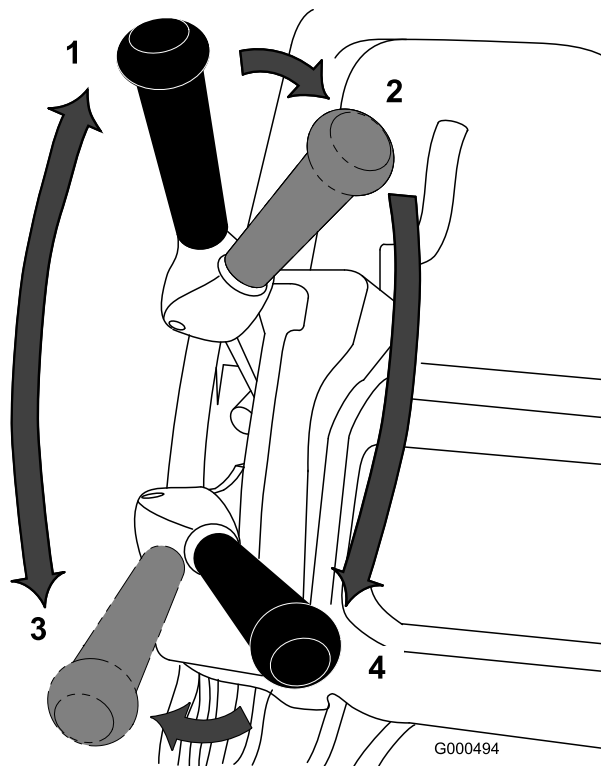

Bild 26
1. Lassen Sie den Motor an, stellen den Gasbedienungshebel auf verringerte Geschwindigkeit, drücken Sie den Griff nach unten, um das Mähwerk anzuheben, aktivieren Sie die elektronische Sicherheit, schieben Sie den Fahrtriebshebel in die Stellung „Eingekuppelt“ und transportieren Sie den Rasenmäher an eine Ecke der Rasenfläche (Bild 26).
2. Schieben Sie den Fahrtriebshebel auf die Stellung „Deaktiviert“ und kuppeln Sie den Spindelantriebshebel ein (Bild 26).
Rasenmäher vorne ab und starten Sie mit dem Mähen (Bild 26).